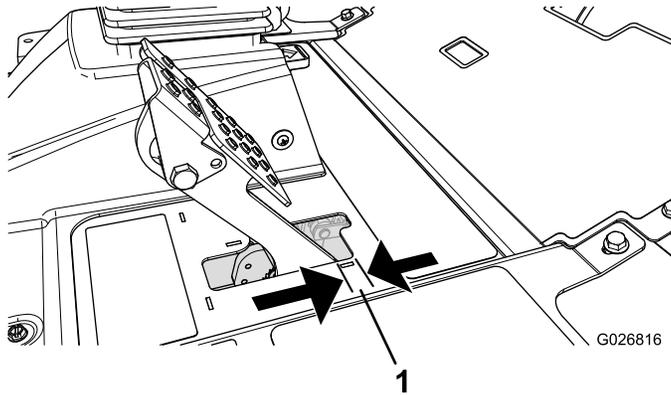

図 67
ブレーキペダルの「遊び」図 67が 2.5cm 以上となったり、強く踏み込まないとブレーキの効きが悪いと感じられるようになったら、調整を行ってください。遊びとは、ブレーキペダルを踏み込んでから抵抗を感じるまでのペダルの行きしろを言います。
2. 後ナットを締めてケーブルを後方に移動させて、ホイールがロックする前のブレーキペダルの遊び図 67が 6.312.7mm なるように調整する。